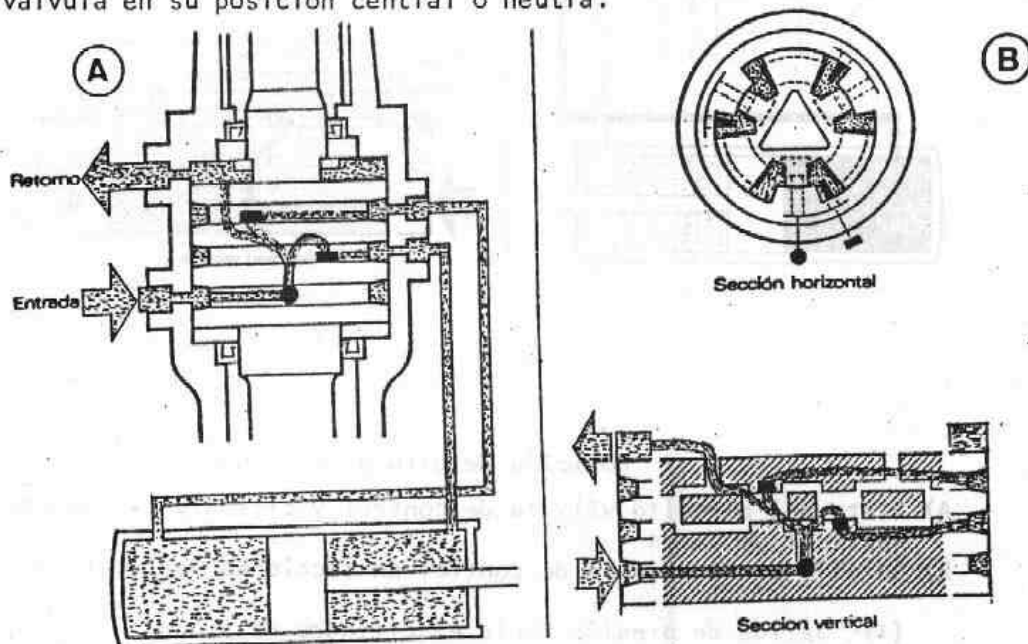

Fig. G2-6 Posición central o neutra de la válvula de control
- 2.2. En la posición central de la válvula o posición neutra (Fig. G2-6), el fluido hidráulico puesto en circulación por la bomba de alimentación - vuelve directamente al depósito, al estar comunicadas directamente las ranuras de entrada y las de salida.